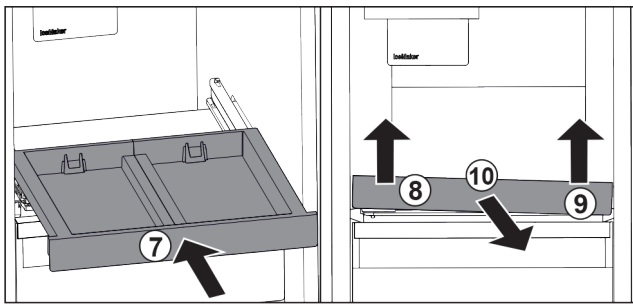

Fig. 25
- ▶ Rentrer le compartiment coulissant. Fig. 25 (7)
- ▶ Soulever le compartiment coulissant au niveau de la partie avant gauche. Fig. 25 (8)
- ▶ Soulever le compartiment coulissant au niveau de la partie avant droite. Fig. 25 (9)
- ▶ Retirer le compartiment coulissant par l'avant. Fig. 25 (10)